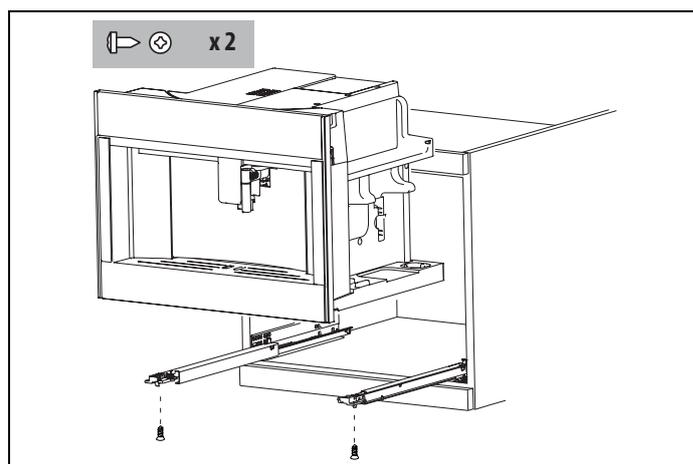

Fig. 7
- Positionner l'appareil sur les rails (uniquement après que ceux-ci aient été assemblés sur le meuble. Ceci afin d'éviter de placer la machine sur une surface non adaptée à un tel usage) en s'assurant que les broches sont correctement insérées dans les boîtiers, puis en la fixant avec les vis fournies (Fig. 7). Si la hauteur de l'appareil nécessite un réglage, utiliser les disques d'espacement fournis.